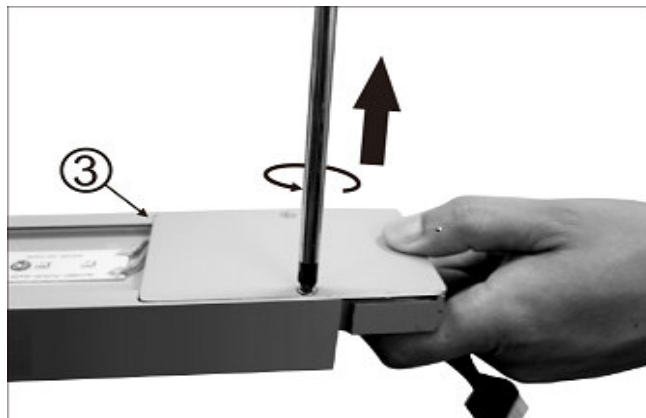

Abb. 4: Entfernen der Abdeckung
1. Die Abdeckung (3) entfernen (Abb. 4)